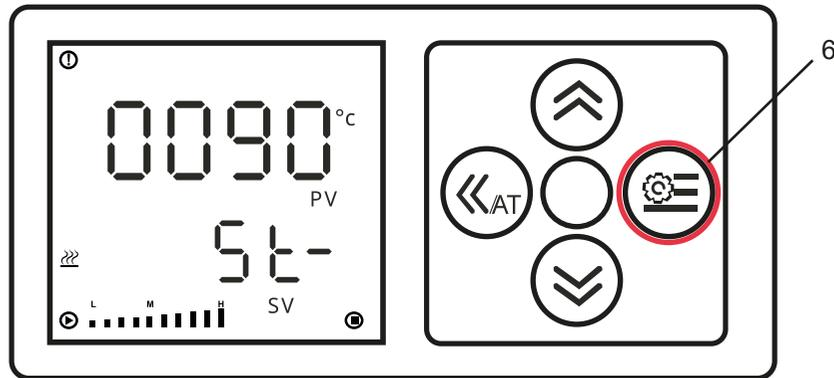

Figura 5. Activar y definir el tiempo
1. El temporizador está definido en minutos solamente MMMM, así como se muestra en la figura 5 mostrando el ejemplo de un temporizador de 90 minutos (1 hora y 30 minutos).